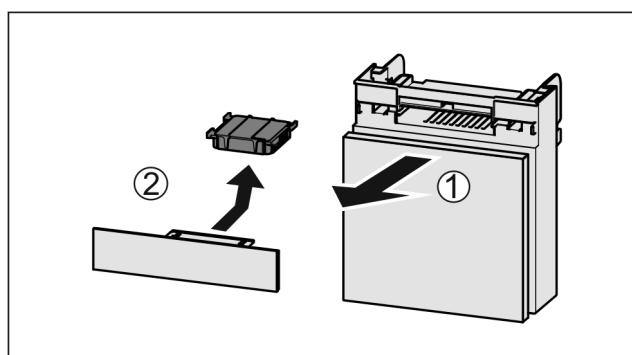

Fig. 57
- Вытянуть Fig. 57 (1) отделение движением вперед.
- Извлечение Fig. 57 (2) фильтра с активированным углем.